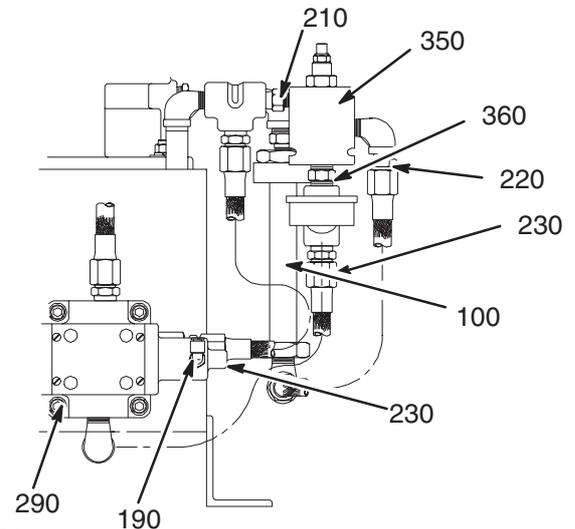

Abb. 28
Zum Auswechseln des Hydraulikflüssigkeitsreglers [(350) in Abb. 28]: